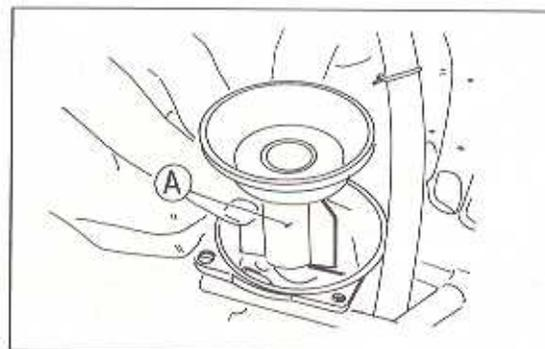

Bild 68
- Den Kolben einsetzen und die Membrane faltenfrei auf das Vergasergehäuse auflegen (Bild 68).